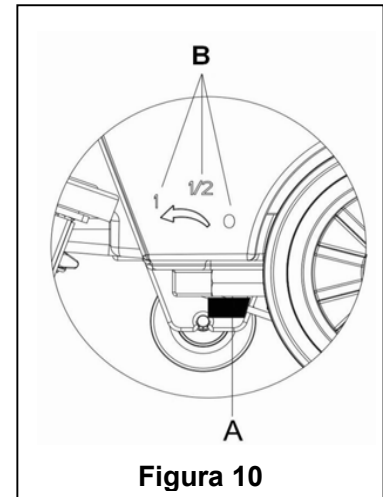

Figura 10
La regulación del mango de la válvula de bola (A, Figura 10) debe ejecutarse bajo la condición de que el interruptor de encendido (41) esté en posición "O".
12. El volumen del flujo de agua puede ser ajustado a través del mango de la válvula de bola (A, Figura 10) conforme a la cantidad de agua que se requiere para fregar el suelo.